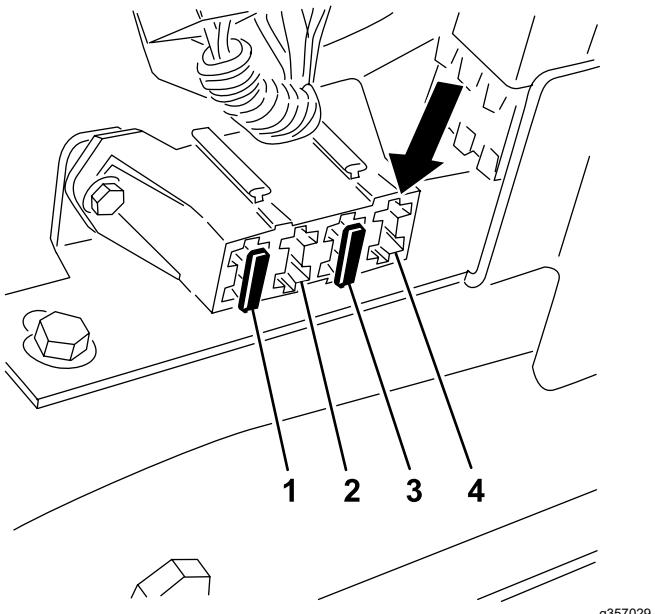

Figure 26
- A. Installez le fusible (10 A) dans l'emplacement indiqué à la Figure 26.